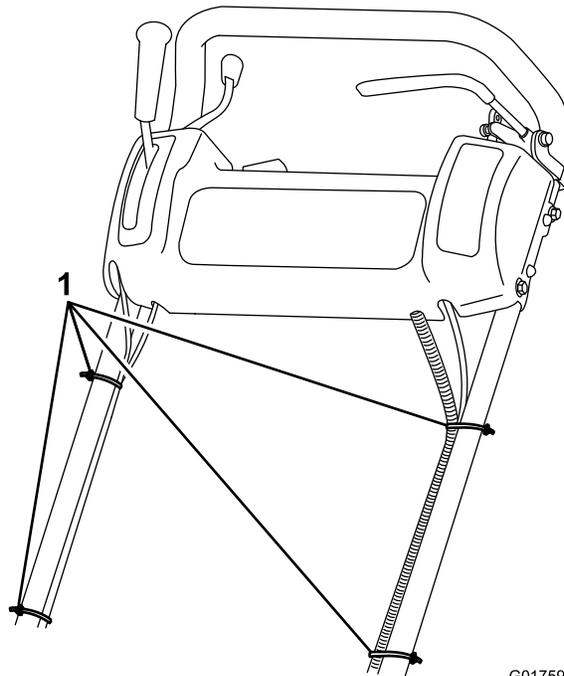

図 4
7. ケーブルタイを使って、ケーブルとワイヤハーネスをハンドルに固定する 図 4。